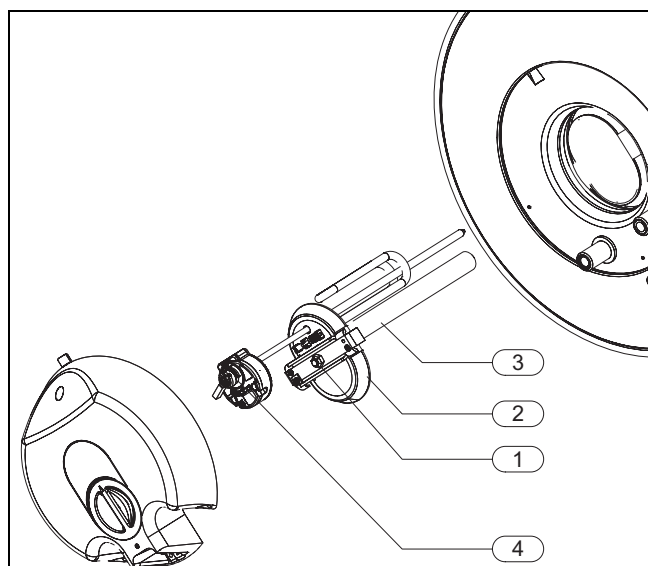

Fig. 14 Acesso e identificação dos componentes internos
- ▶ Desapertar a porca de fixação da flange (→ Fig. 14, [1]).
- ▶ Retirar a flange do interior do termoacumulador (→ Fig. 14, [2]).